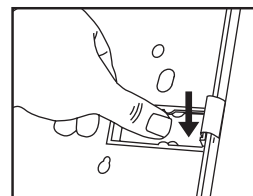

Fig. 8
9. Place the thumb of one hand on the center of the spring unit and push down hard. **(Fig. 8)**
9. Presione firmemente hacia abajo con el pulgar la unidad del muelle por el centro. **(Fig. 8)**
9. Placer le pouce d'une main au centre du cadre du ressort et pousser fortement vers le bas. **(Fig. 8)**